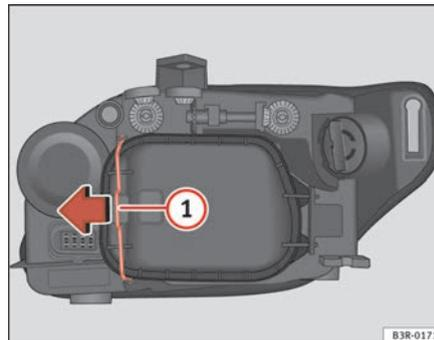

Fig. 197 Luz de presença (lado interior do veículo)
- Desloque o tirante ⇒ página 268, fig. 197 **1** no sentido da seta e retire a tampa rígida separando primeiro o lado do tirante e retirando depois as duas patilhas da extremidade contrária da tampa.